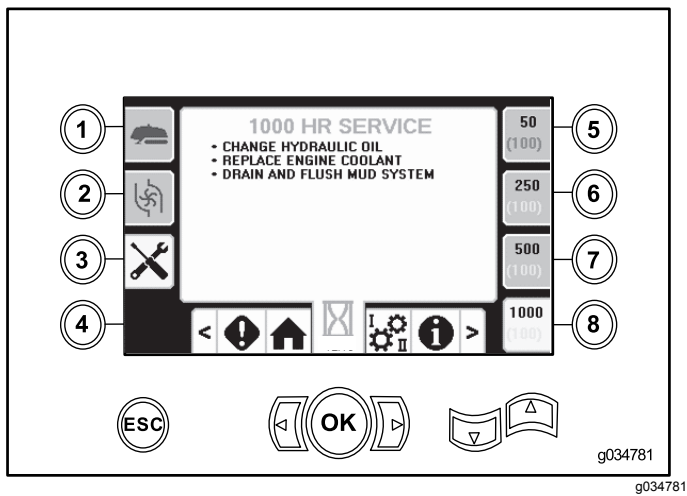

Рисунок 46
- Кнопка 8 — регламент технического обслуживания после наработки 1000 часов (Рисунок 46)